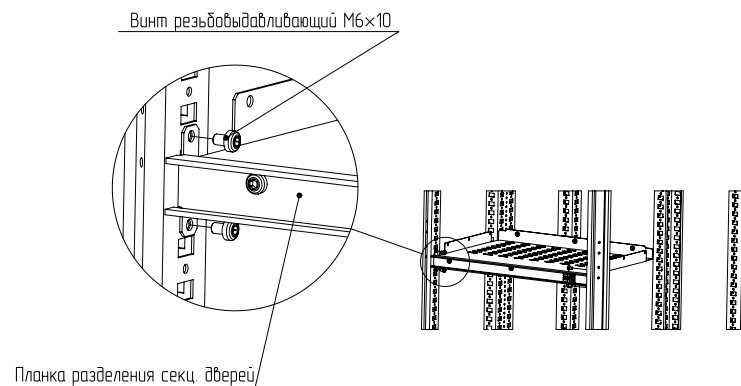

Рисунок 4
4.1.4 Закрепить планку разделения секционных дверей на стойках каркаса винтами М6×10 (рисунок 4). Момент затяжки – 7 Н·м.